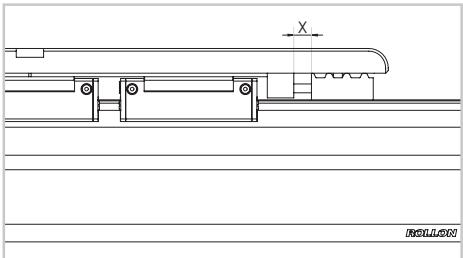

Abb. 2
- 1) Messen Sie die Distanz X zwischen dem Laufwagen und dem Riemenspannelement (Abb. 2)